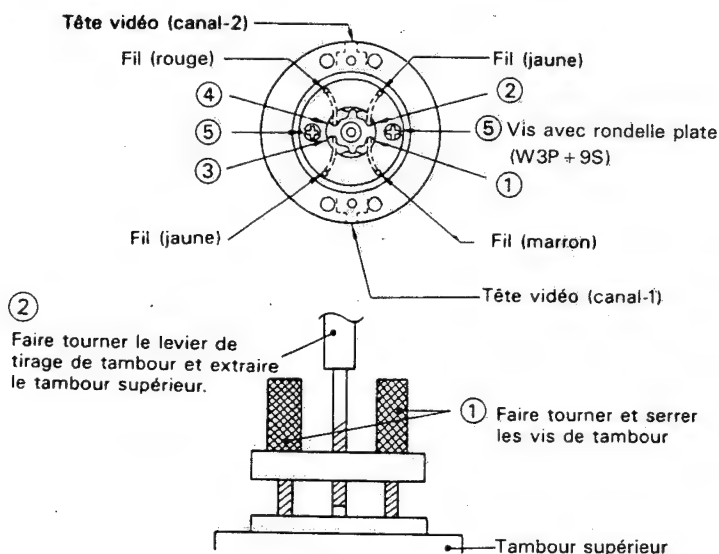

Figure 1-23.
• Remplacement (Voir Fig. 1-23)
1. Désouder les fils de ① à ④ de la tête vidéo et les enlever.
2. Retirer les deux vis ⑤ (vis en laiton avec rondelles (W3P+9S)), à l'aide d'un tournevis cruciforme.
3. Extraire le tambour supérieur en s'aidant du gabarit de remplacement du tambour supérieur (se reporter à la Fig. 1-23).
1. Installer le nouveau tambour comme illustré à la Fig. 1-23 et placer les fils correctement.